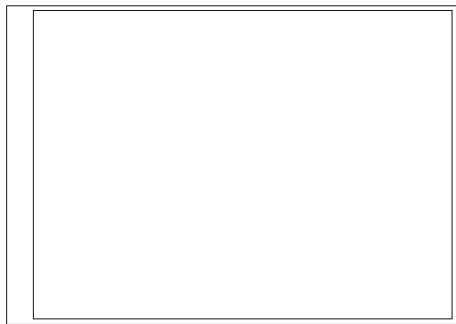

图 3-25 绘制图框
(2) 单击“创建”选项卡“详图”面板中的“线”按钮, 打开“修改|放置线”选项卡, 单击“修改”面板中的“偏移”按钮, 将左侧竖直线向内偏移 25mm, 将其他 3 条直线向内偏移 5mm, 并利用“拆分图元”按钮, 拆分图元后删除多余的线段, 结果如图 3-25 所示。